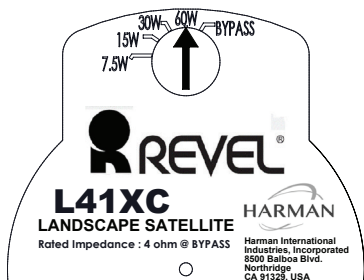

図23
4. 図23に示されているように、トランスタップを好みの電力レベルに変更するには、平頭ドライバーを使用します。